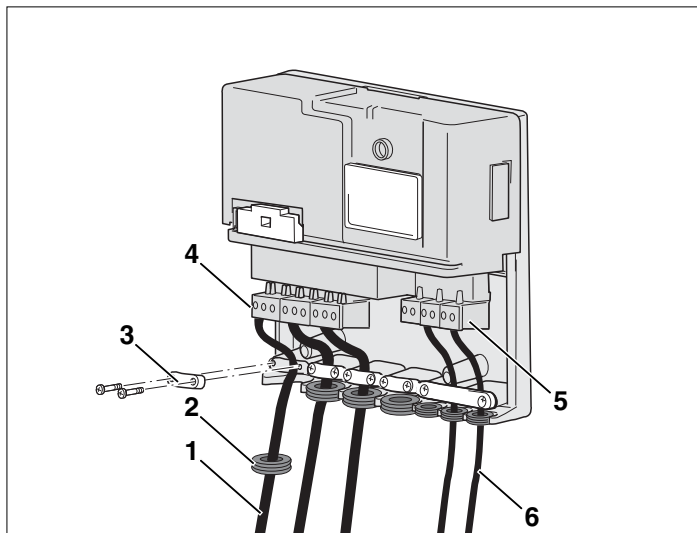

Рис. 11 Выполнение электрических подключений
- Сначала нужно надеть резиновые насадки (Рис. 11, **поз. 2**) на провод.
- Правильно подсоедините сетевой провод (Рис. 11, **поз. 1**), шину (Рис. 11, **поз. 6**) и другие компоненты к клеммам (Рис. 11, **поз. 4 и 5**) функционального модуля согласно схеме соединений.
- Правильно закрепите фиксаторы провода (Рис. 11, **поз. 3**) с прилагаемыми хомутами.